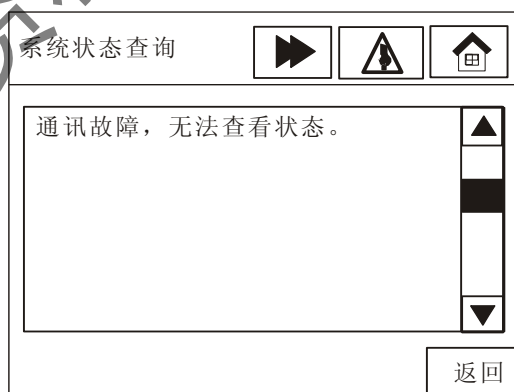

图 10 通讯故障时状态查询界面
- ☞ 当存在通讯故障时，状态查询界面显示如图 10 所示，通讯故障消除后，系统会自动刷新各状态显示；